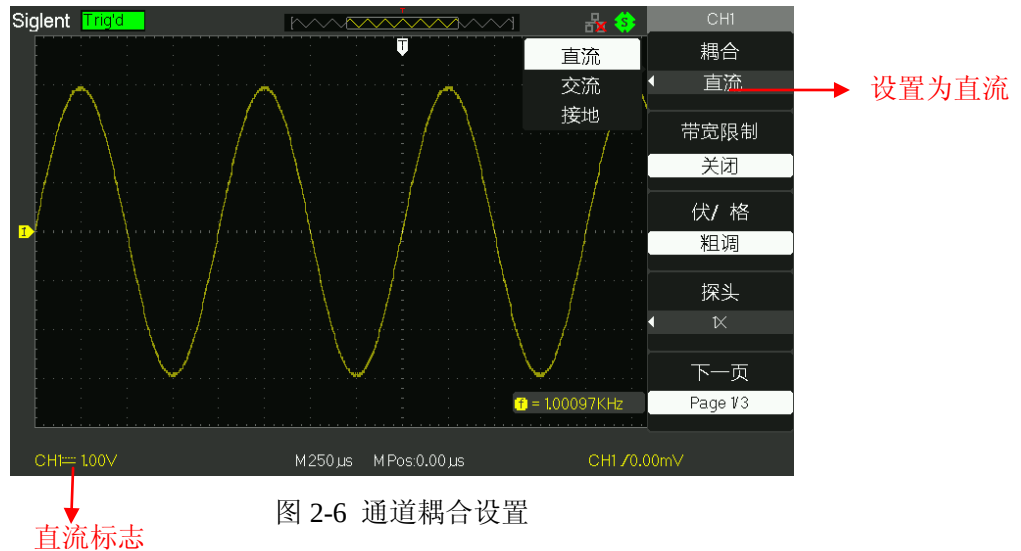

图 2-6 通道耦合设置
- 按【1】选择【耦合】为【交流】，设置耦合方式为交流耦合，被测信号的直流分量被阻隔。如图 2-6 所示：